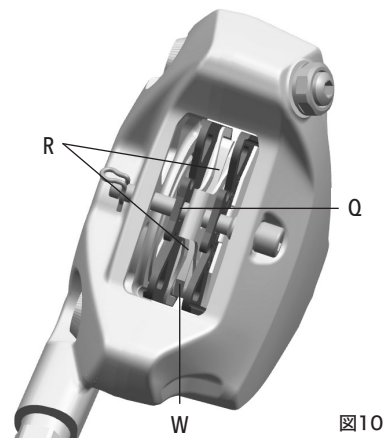

図10
前後のパッド共に、パッド摩耗インジケーター (W) が存在し、パッドがメタル・サポート (Q) に対して、ピストンに接触しながら正しい位置にあることを、そしてパッドのフリクション・エリア (R) がディスクに接触していることを確認します (図10)。そうでない場合は、資格のあるメカニック、またはカンパニョーロ プロ・ショップに相談してください (“2章 - インフォメーションとテクニカル・サポート” をご参照ください)。
ウエットで、泥、砂、埃の多い状況下で使用すると、ブレーキ・パッドの寿命は極端に短くなり、きれいなアスファルト道路で使用する場合より早期に摩耗します。そのため、摩耗インジケーター (W - 図10) がパッド上に見えていることを、頻繁に確認することが非常に重要です。摩耗インジケーターが見えなくなった場合は、メカニックに依頼し、パッドを交換してください。